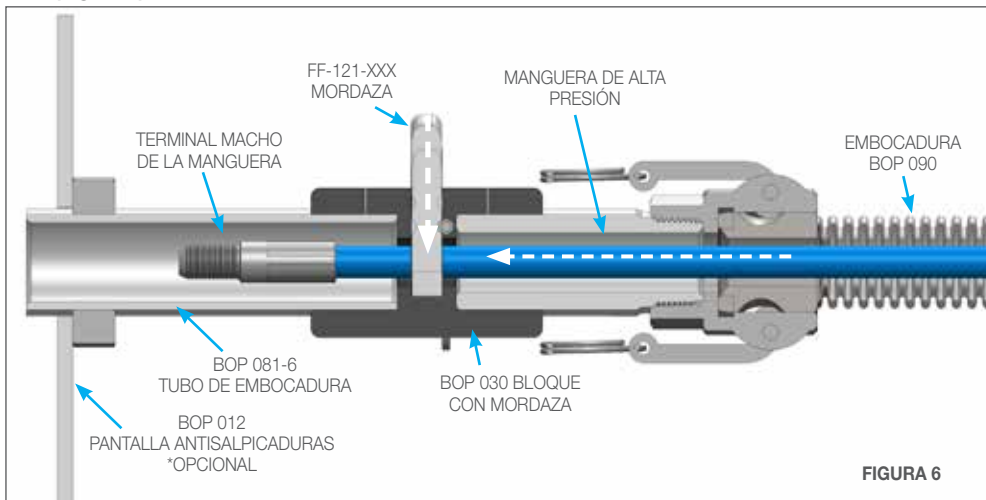

FIGURA 6
- Retire el pasador de liberación rápida y la mordaza del bloque con mordaza. Empuje la terminal macho de la manguera más allá de la mordaza y vuelva a colocar la mordaza y el pasador de liberación rápida. Revise la mordaza jalando la manguera en el sentido contrario al de instalación para asegurarse de que la terminal macho de la misma no retroceda más allá de la mordaza. (Figura 6)
6. Retire el pasador de liberación rápida y la mordaza del bloque con mordaza. Empuje la terminal macho de la manguera más allá de la mordaza y vuelva a colocar la mordaza y el pasador de liberación rápida. Jale la manguera hacia atrás para asegurarse de que la terminal macho de la manguera no retroceda más allá de la mordaza. (Figura 6)